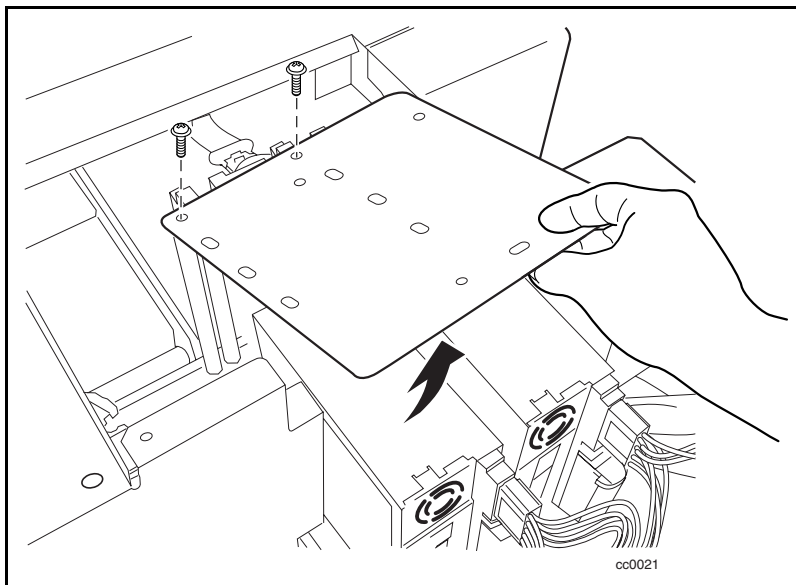

Figure 4. Retrait de la plaque de montage supérieure de l'unité
3. Retirez les vis qui fixent la plaque de montage supérieure de l'unité au châssis (voir la figure 4).